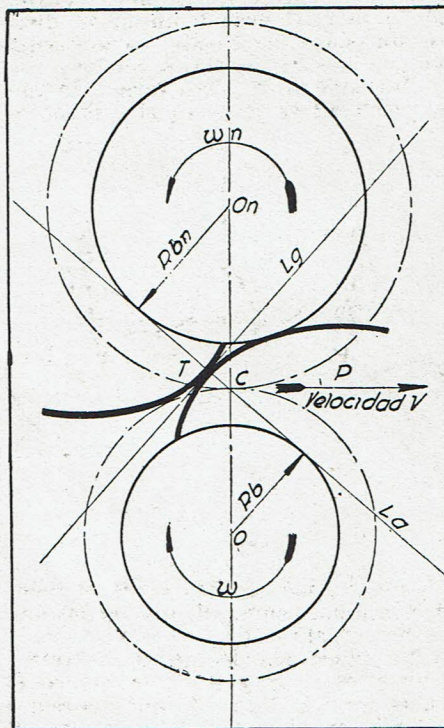

Fig. 5
2.º procedimiento. Generación de una evolvente de círculo sobre un plano giratorio de velocidad angular constante, ω , por otra evolvente que gira con velocidad ω_n , alrededor del centro O_n de su circunferencia base, de radio R_{bn} (Fig. 5).